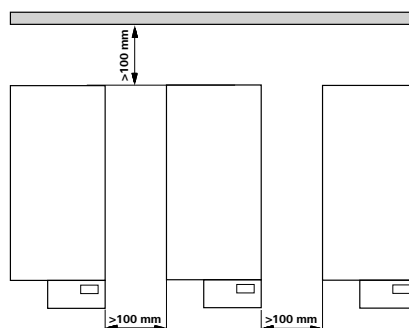

Fig. 2
- Observe as distâncias mínimas entre aparelhos, aparelho e pa rede e distâncias mínimas (mín. 800 mm) por cima do módulo. ver Fig. 2.